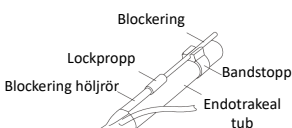

Bild 7
5. Vänd patienten på sida, kontrollera blockeringskuffens placering under bronkoskop och fixera blockeringskuffet på endotrakealtuben med bandstoppen (Bild 7).
2. Knäpp fast blockeraren på bandstoppen på endotrakealtuben (Bild 7).